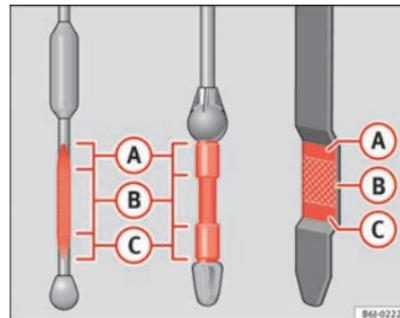

Fig. 125 Varillas de medición del nivel de aceite
La varilla indicadora del nivel de aceite indica el nivel de aceite de motor. ⇒ fig. 125.
- El nivel de aceite no debe sobrepasar nunca la zona **A** ⇒ fig. 125. ¡Peligro de dañar el sistema de escape!